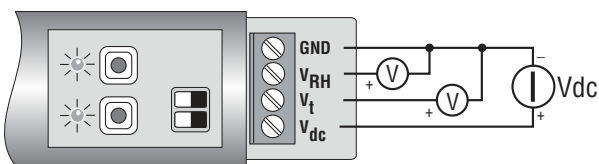
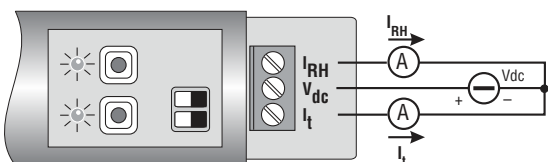

Fig. 5
Fig. 6
2. Collegare i fili per alimentare lo strumento come riportato negli schemi di collegamento di fig.6 (HD9008TRR) e fig.5 (HD9009TRR).